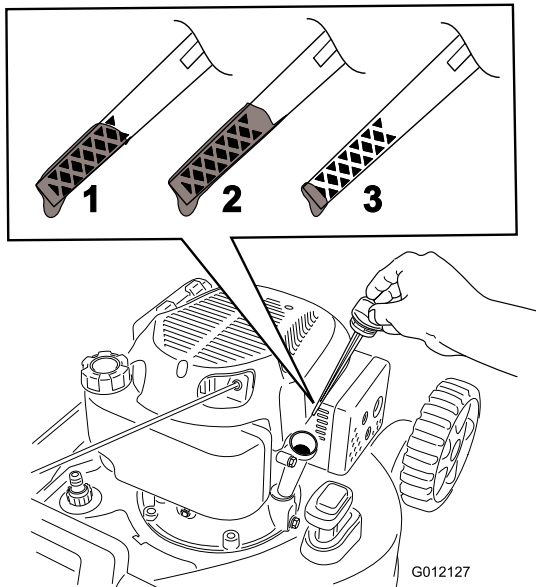

Figura 5
2. Retire la varilla (Figura 5).
Nota: Llene el cárter con aceite hasta que la varilla indique que el nivel del aceite del motor es correcto, según se muestra en Figura 5. Si usted llena demasiado el motor, vacíe el exceso de aceite siguiendo las instrucciones de la sección Cómo cambiar el aceite del motor.
3. Vierta aceite **lentamente** en el tapón de llenado de aceite, espere unos minutos y compruebe el nivel de aceite en la varilla limpiando la varilla e insertándola **sin enroscar** en el orificio (Figura 5).